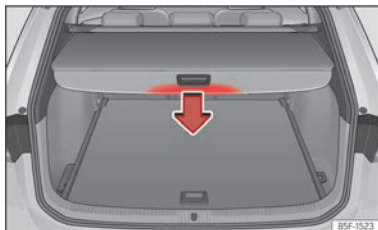

Abb. 192 Im Gepäckraum: Abdeckung aufrollen.
- Drücken Sie den Haltegriff der Gepäckraumabdeckung in Pfeilrichtung, bis diese entriegelt ist >>> **(Abb. 192)**.